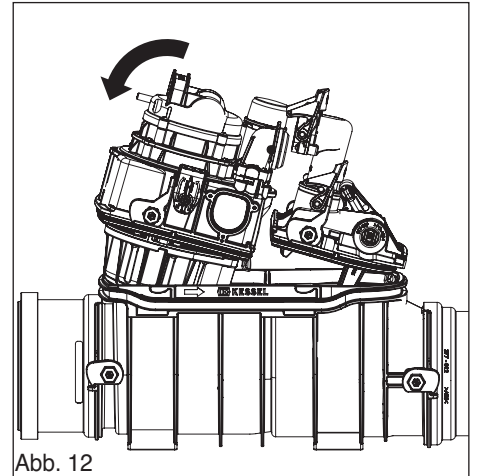

Abb. 12
4.2.1 Montage der beiden Deckel (siehe Abb. 12, 13, 14) Deckel je auf einer Seite einführen, die andere Seite nach unten drücken und mit Verriegelungshebeln verschliessen. Hierbei muss der rote Klappenhebel bzw. die Motorklappenstellung immer auf "ZU" sein.